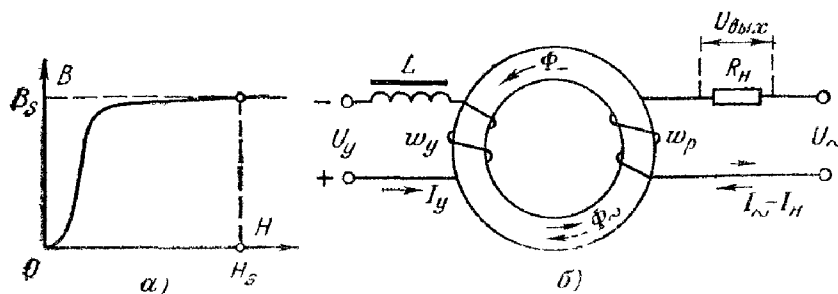

Рис. 1. Простейший дроссельный магнитный усилитель:
4) Магнитные усилители. В простейшем виде магнитный усилитель представляет собой дроссель насыщения переменного тока, в цепь которого последовательно с рабочей обмоткой  $w_p$  включено сопротивление нагрузки  $R_H$  (рис. 1, б). Выходное напряжение  $U_{\text{вых}}$  снимается с нагрузки  $R_H$ .
Принцип действия магнитного усилителя основан на использовании явления насыщения ферромагнитных материалов в магнитном поле, т. е. нелинейности их характеристик намагничивания  $B=f(H)$  ( $B$  – магнитная индукция,  $H$  – напряженность магнитного поля) (рис. 1, а).